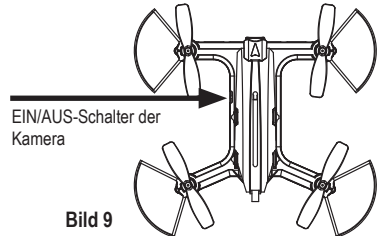

Bild 9
- Stellen Sie den **ON/OFF**-Schalter der Kamera auf **ON** (siehe Kapitel 12. Kamerabetrieb, Abbildung 9).
- Sie können Ihr Smartphone an der Halterung (3) des Transmitters befestigen und das Live-Bild von der Kamera sehen, während Sie die Bedienelemente des Transmitters benutzen.